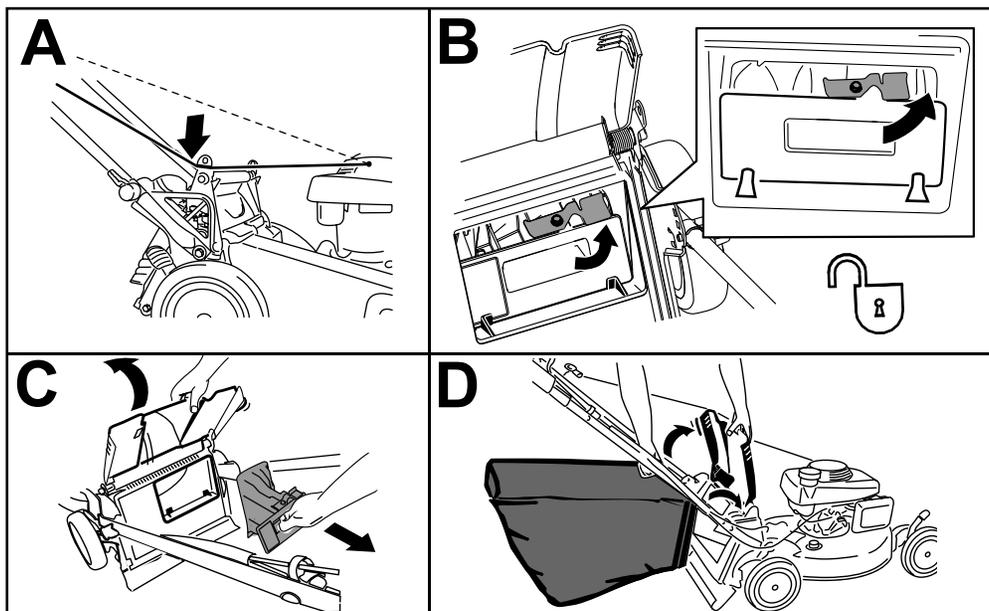

図 23
注 後部プラグを外すには、プラグについているレバーを右に回す **図 23**。
4. 集草バッグピンから出ているバッグの前上部分を、ハンドルブラケットのノッチにぶら下げる 図 23。